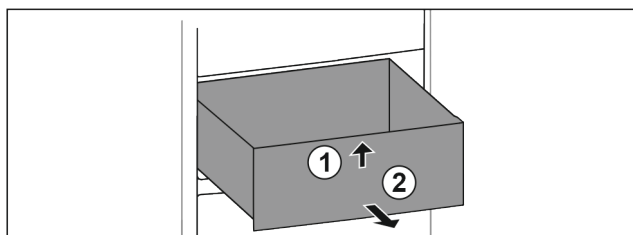

Fig. 96
- Emelje meg a fiók elejét. Fig. 96 (1)
- Vegye ki a fiókot előrefelé. Fig. 96 (2)